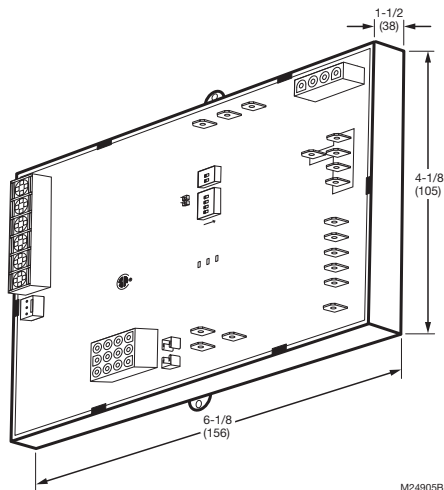

Fig. 1. Dimensions de montage en po et (mm) du S9200U1000.
6. Fixez le panneau sur la plaque à base des panneaux à montage à l'aide à deux vis à tête insérées dans les œillets situés sur les chants du panneau. Voir la fig. 1 à la page 7.